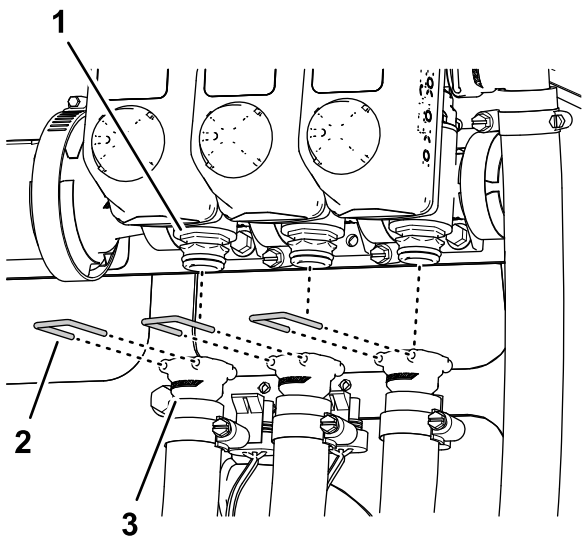

图 37
6. 从喷洒段阀快速接头取下固定左、中、右供水软管的卡环图 37。
7. 从喷洒段阀的快速接头卸下左、中及右喷洒段供水软管并从机器上取下软管图 37。